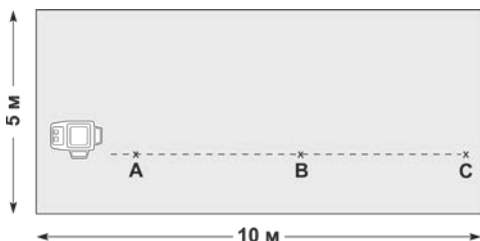

Рисунок 10
3.7.2 Уздовж спроектованих на підлозі лазерної лінії позначте середину променя в трьох точках («А», «В», «С»). Відмітка повинна наноситися точно посередині лазерної лінії (рисунок 10).